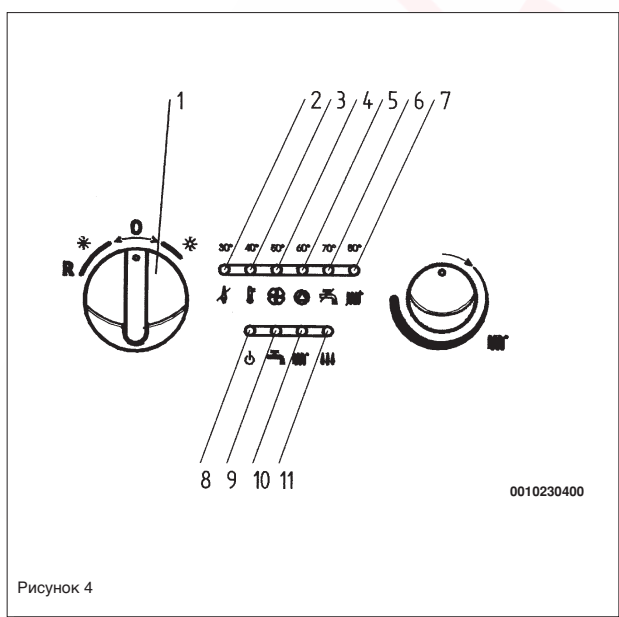

Рисунок 4
Внимание: При первом включении, пока из газовых труб, не выйдет воздух, может не зажегаться горелка с соответствующей блокировкой бойлера. В этом случае рекомендуется повторить операцию до тех пор, пока газ не дойдет до горелки, временно установив переключатель (1) в положение (R) (см. также рисунок 4).